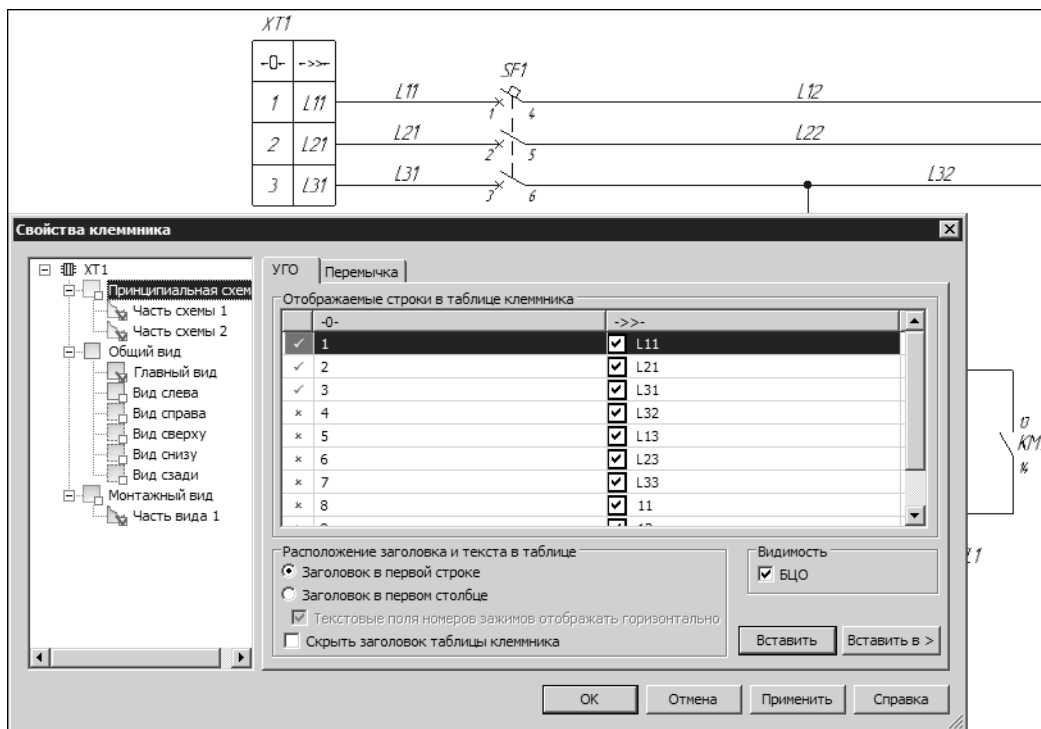

Рис. 26.11. Вставка таблицы клеммника
5. Разместите на схеме символы клемм (с помощью команды **КОМПАС-Электрик — Операции — Расставить клеммы**) или вставьте таблицу клеммника (из диалога свойств клеммника) (рис. 26.11 на с. 385).